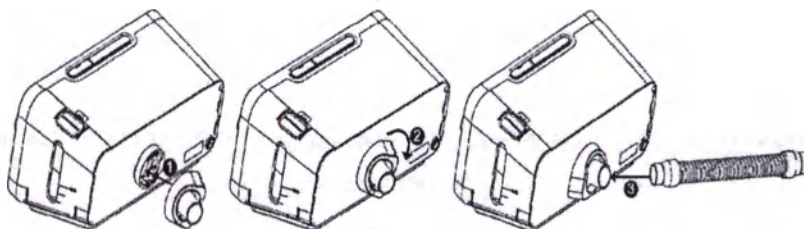

Рисунок 6.3.1 – Подключение трубки
1. Установите коннектор на задней панели устройства и подключите к нему трубку (рис.6.3.1).